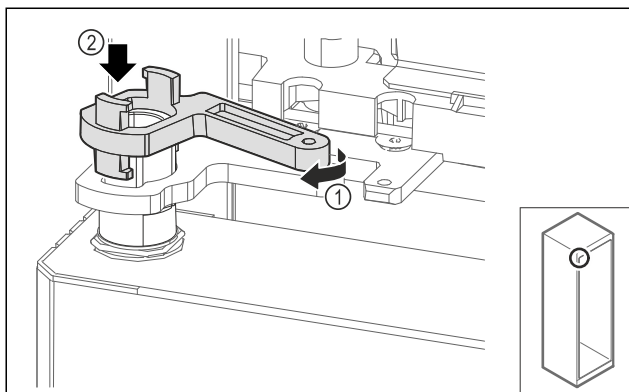

Fig. 70
- ▶ Ruotare leggermente il fissaggio del blocco di supporto Fig. 70 (1) e posizionarlo sul maniccotto Fig. 70 (2).